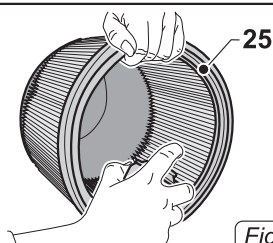

Fig. 15
- Den Filter (25 Abb. 15) mit einem Luftstrahl von innen nach außen reinigen. Sollte er zu sehr verschmutzt sein, diesen austauschen.